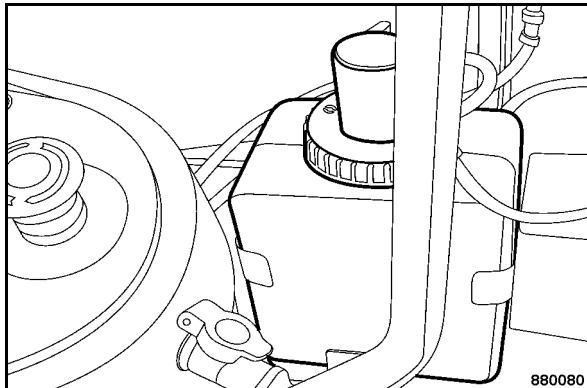

Fig. 188
- Vérifier le niveau du liquide dans le récipient (Fig. 188) et si besoin, le remplir.